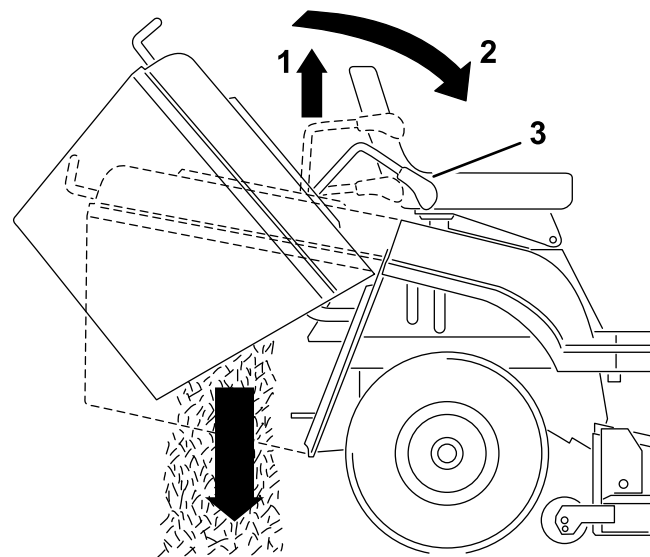

Figura 18
2. Estraete la leva telescopica di scarico, spingetela in avanti ed abbassatela per inclinare il cesto di raccolta (Figura 18).